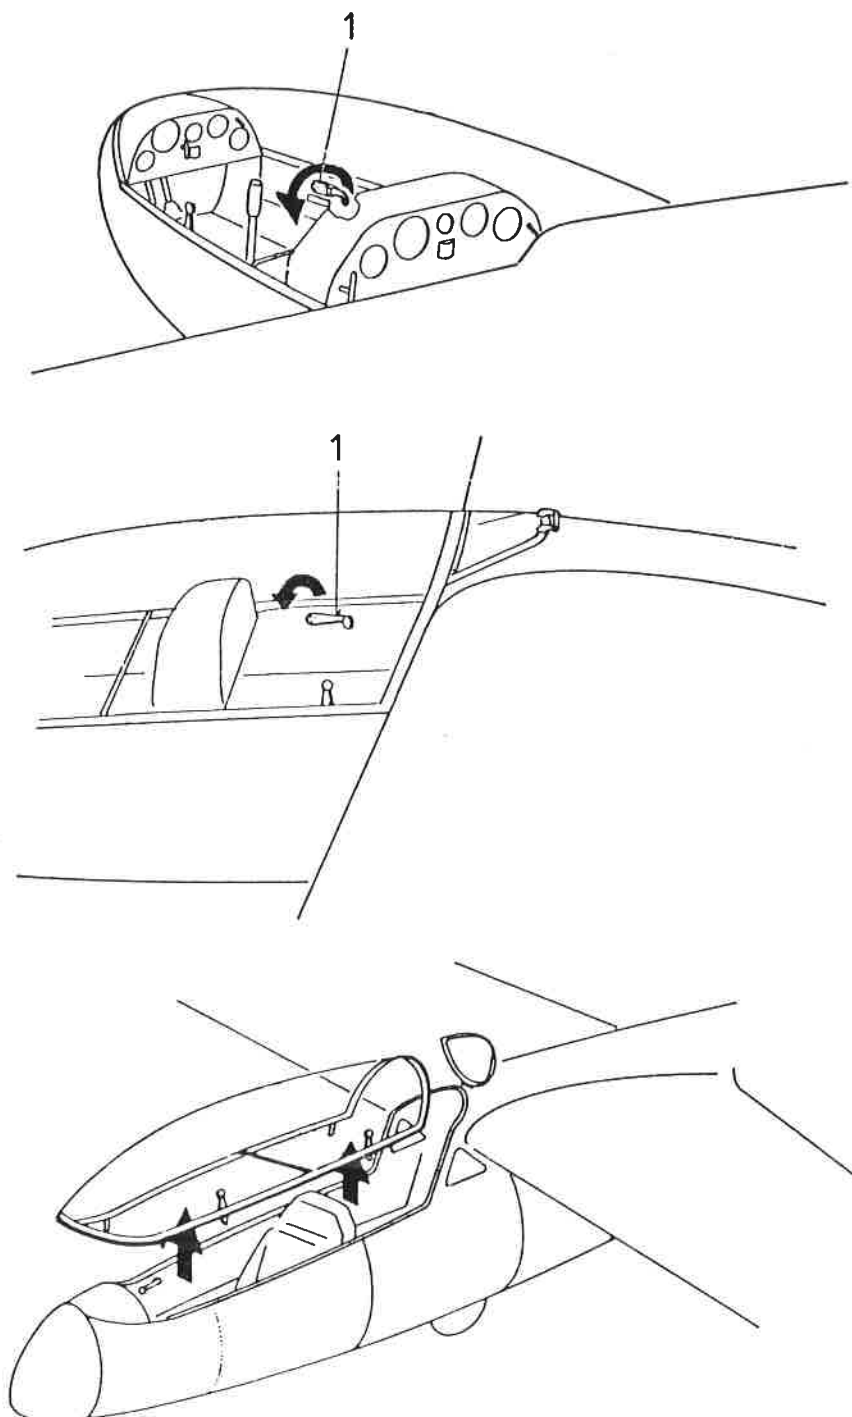

FIG. 3 - 1
3.2.2 CANOPY JETTISON (SEE FIG. 3 - 1)